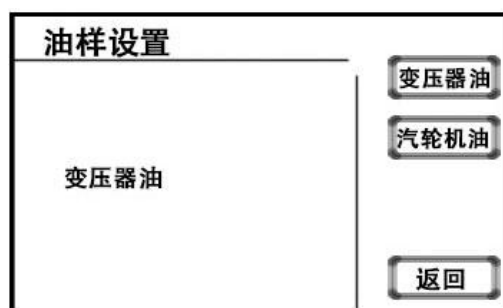

图 14 油样设定页面
1、在设置页面，按**油样设定**键进入油样设定页面（图 14），用户可根据该测样品选择油样变压器油或者汽轮机油，然后按**返回**键回到设置页面。